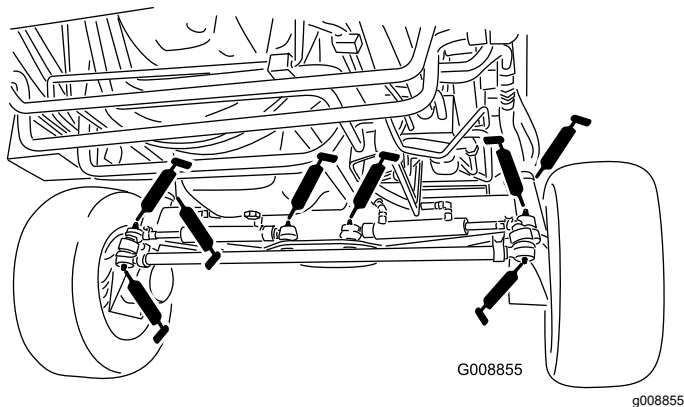

Figura 81
- 4 rótulas de cilindros de dirección (Figura 81)
- 2 rótulas de barras de acoplamiento (Figura 81)
- 2 casquillos de pivotes de dirección (Figura 81)